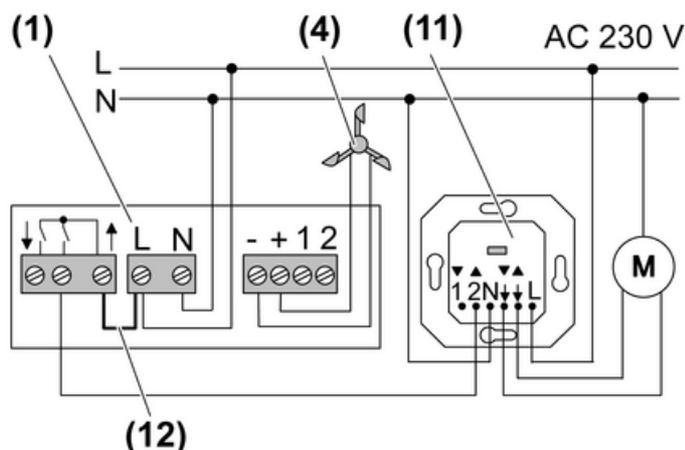

Figure 4: Schéma de raccordement de l'interface du capteur de vent à la commande de store
- Fixer l'appareil à l'aide de deux vis (10). Les vis et les chevilles sont fournies à la livraison.
- Introduire les câbles dans le boîtier de raccordement et procéder au raccordement conformément au schéma (figure 4).
- i** La borne du distributeur (5) sert au raccordement du conducteur de protection.